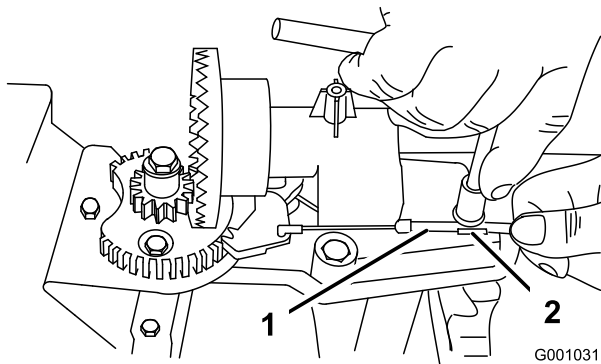
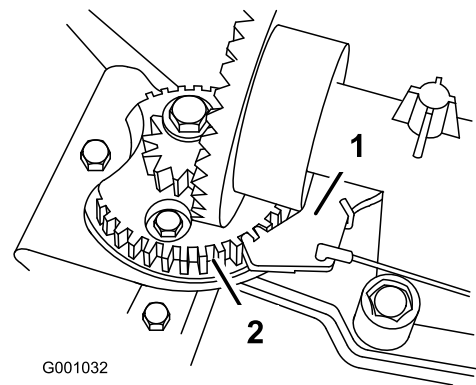

Figure 58
Figure 59
2. Desserrez le boulon du serre-câble (Figure 58).
3. Saisissez la gaine du câble et déplacez-la vers l'avant de la machine jusqu'à ce que le cliquet de verrouillage de l'éjecteur s'engage complètement dans les dents du secteur (Figure 58 et Figure 59).
**Remarque:** Le cliquet est rappelé par ressort et s'engage naturellement dans les dents du secteur (Figure 59).